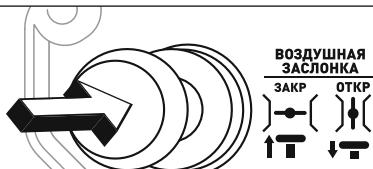

Рис. 16
- После того как двигатель будет запущен, переместите рычаг воздушной заслонки в позицию «**ОТКРЫТО**» (рис. 16).
Для замены масла выкрутите и извлеките пробку щуп из маслозаливной горловины (рис. 16). Открутите сливную пробку из картера двигателя и слейте масло в заранее подготовленную емкость. Установите сливную пробку на место и плотно закрутите.